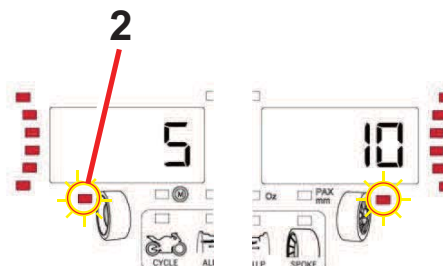

Figure 29g
- 14 Tourner la roue dans la position WAP successive (**2 Figure 29g**).